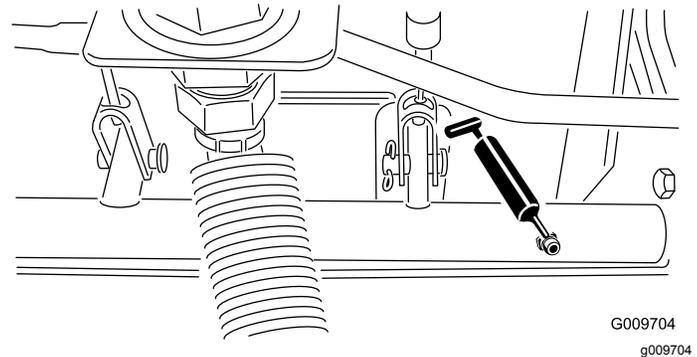

Figure 46
- Roulements d'axes de pivots de freins (5) (**Figure 46**)